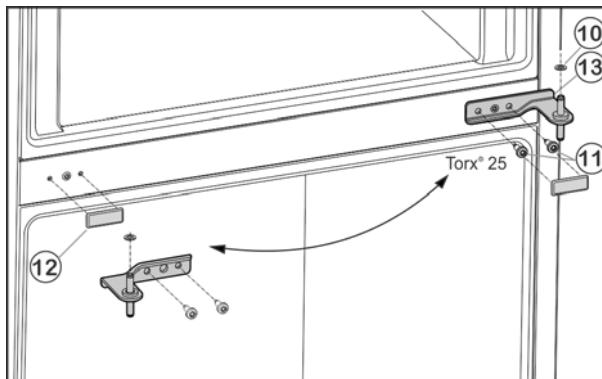

Fig. 6
- ▶ Открутите крепежные винты Fig. 6 (11) (2 шт. Torx® 25) и извлеките средний опорный кронштейн из нижней дверцы.
- ▶ Снимите пластиковую шайбу Fig. 6 (10).
- ▶ Осторожно снимите крышку Fig. 6 (12).
- ▶ Установите крышку Fig. 6 (12) на противоположной стороне.
- Вставьте средний опорный кронштейн Fig. 6 (13) с поворотом на 180° в нижнюю дверцу и прикрутите с помощью крепежных винтов Fig. 6 (11)(2 шт. Torx® 25) на новую сторону шарнира (**с моментом 4 Нм**).
- Снова установите пластиковую шайбу Fig. 6 (10).
- Установите верхнюю дверцу на средний опорный кронштейн Fig. 6 (13).